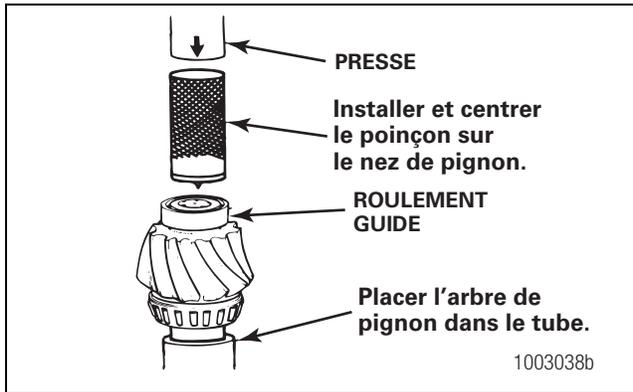

Figure 5.6
1. Placer le pignon d'attaque et le tube de l'outil de matage dans une presse en orientant le roulement guide vers le haut. Figure 5.6.
- Placer le poinçon de l'outil de matage sur le nez du pignon et le roulement guide. Appliquer la pression requise sur le poinçon. Figure 5.6.